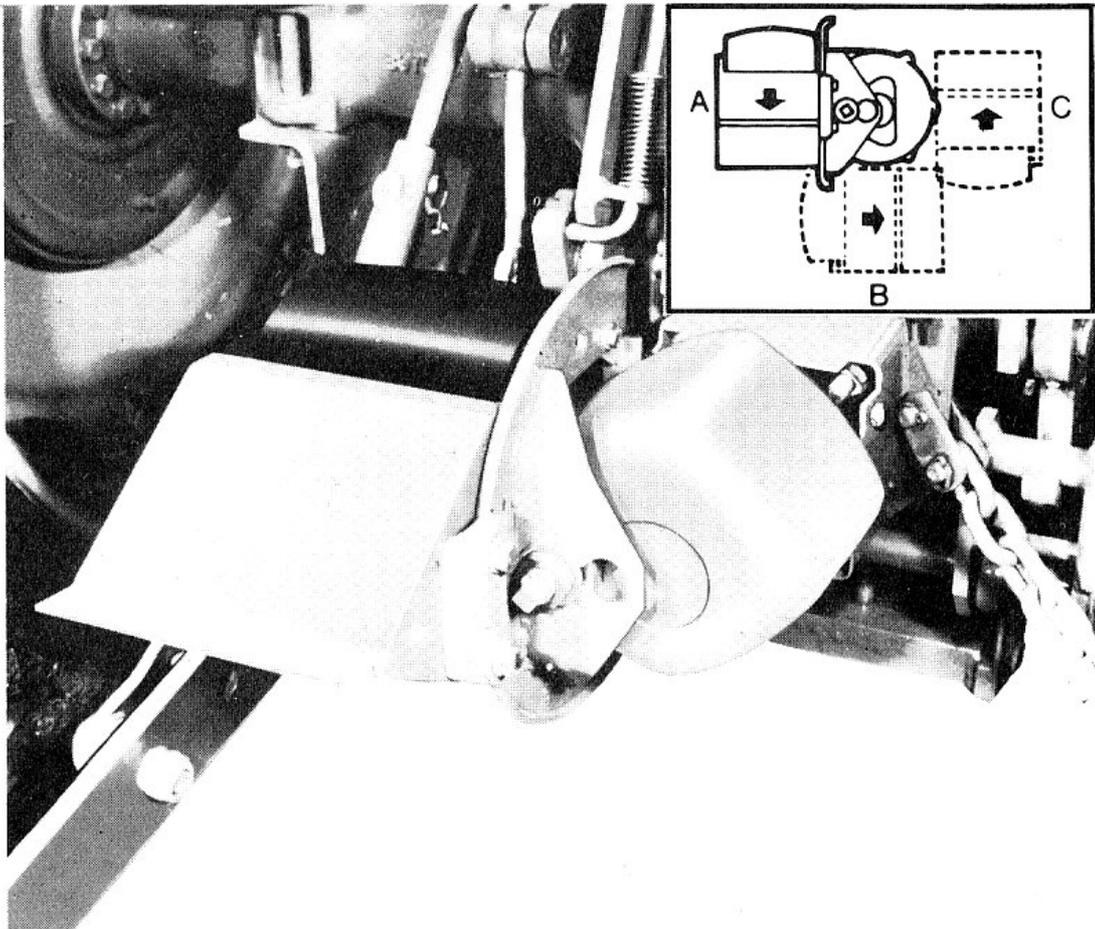

FIG. 14
6. Monter l'ensemble de poulie dans la position désirée (encart Fig. 14) et le fixer avec les 4 rondelles élastiques et écrous. Les deux positions horizontales assurent des sens de rotation inverses. La poulie ne doit jamais être montée dans la position opposée à «B» (Fig. 14) car les roulements ne seraient plus graissés.